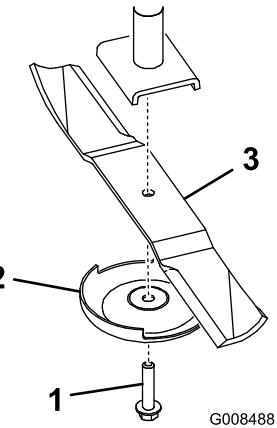

図4
- 12. ブレード、芝削り防止カップ、ブレードボルトを取り付ける図4。各ブレードボルトを115-149 N·m 11.8-15.2 kg.m = 85-110 ft-lbにトルク締めする。